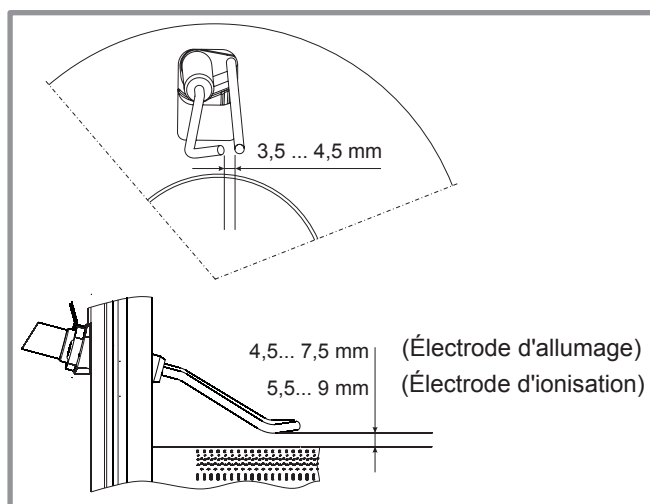

figure 50 - Réglage des électrodes
- Vérifier l'écartement et le positionnement des électrodes (figure 50).